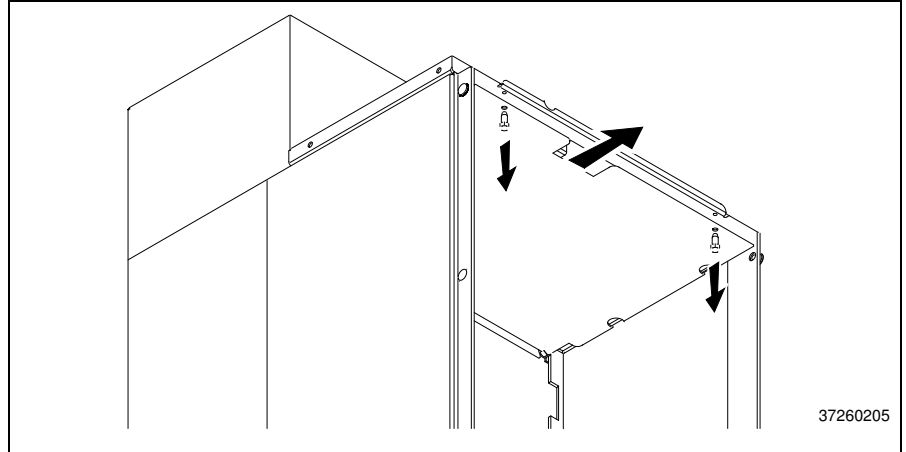

Рис. 12
2. Выньте перегородку из верхней части кабельного отсека (Рис. 12).